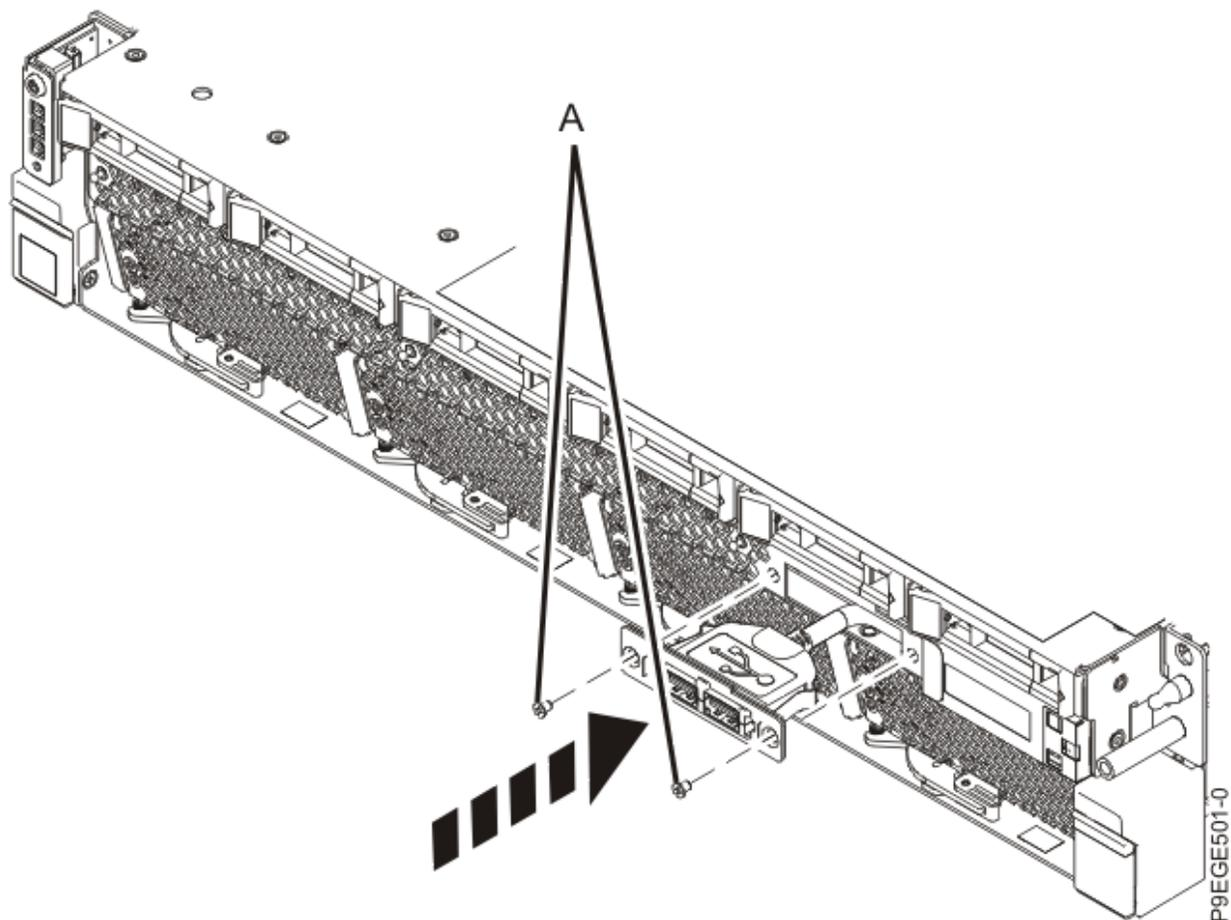

Figura 11. Inserción del cable USB frontal
3. Inserte el cable USB frontal en la abertura de la parte frontal del sistema. Vuelva a colocar los tornillos **(A)**, tal como se muestra en la Figura 11 en la página 13. Pase el cable por el chasis y por el lateral derecho del chasis del sistema.